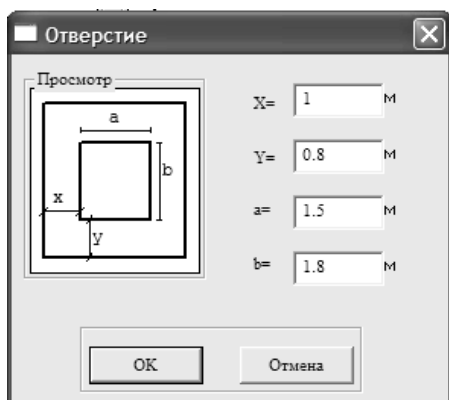

Рис. 1.8. Діалогове вікно **Отверстие**
17. Задайте отвори в перегородках за допомогою меню **Схема** \Rightarrow **Корректировка** \Rightarrow **Отверстия в стене (перегородке)** Виділіть перегородку по осі 1, у діалоговому вікні **Отверстия в стенах** натисніть кнопку **Прямоугольное** і задайте параметри отвору (рис. 1.8), натисніть **ОК**. Для копіювання отворів у перегородці виділіть отвір у діалоговому вікні **Отверстия в стенах** і натисніть кнопку **Копировать**. У діалоговому вікні **Копирование отверстий** введіть параметри, як показано на рис. 1.9, натисніть **ОК**. Натисніть **ОК** у вікні **Отверстия в стенах**.